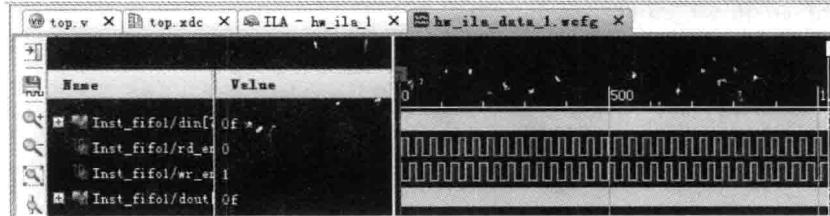
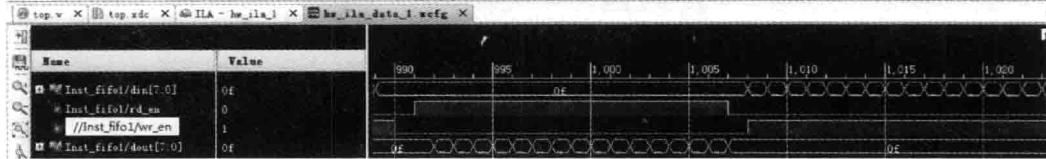

图 3.17 波形窗口界面
图 3.18 调整后的波形窗口界面
(11) 出现如图 3.17 所示的波形窗口界面。在该界面中,单击 和 按钮。将波形调整到合适的位置。图 3.18 给出了调整后的波形窗口界面。